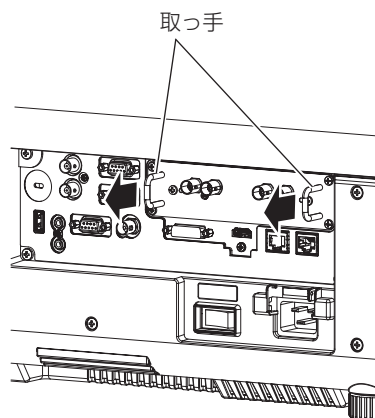

図 1
1) スロットカバーを取り外す（図1）
1) インターフェースボードを取り外す（図 1）